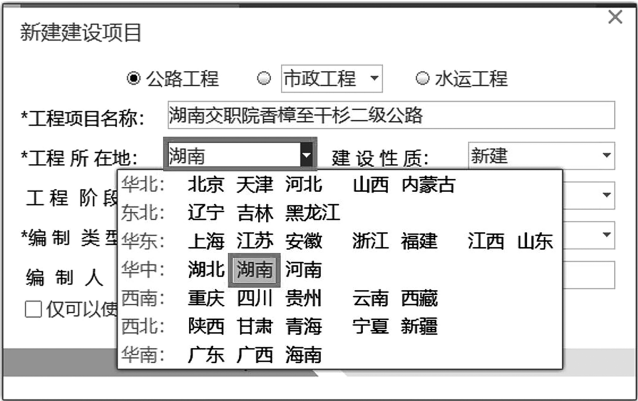

图 2-3 工程所在地选项
③鼠标点击“工程所在地”下拉框选择项目工程所在地，如图 2-3。